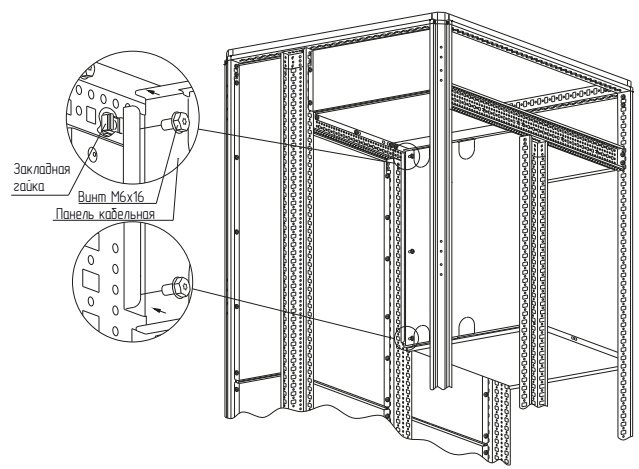

Рисунок 1
– вариант 1. Набором «закладная гайка М6 – винт М6×16 – шайба 6». Установить закладные гайки в квадратные отверстия реек монтажных (рисунок 1) и стоек каркаса в местах, соответствующих высоте панели кабельной. Закрепить панель винтами М6×12 с шайбой 6. Момент затяжки – 7 Н·м. Набор крепежа приобрести отдельно;